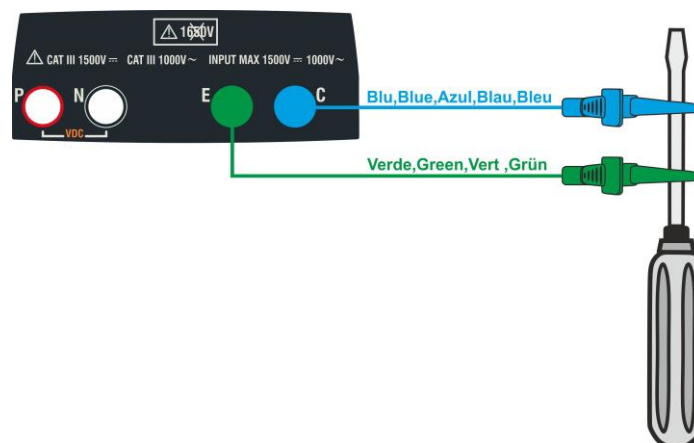

Fig. 4: Compensação da resistência dos cabos de medição
3. Conecte os cabos de medição juntos, conforme mostrado na Fig. 4